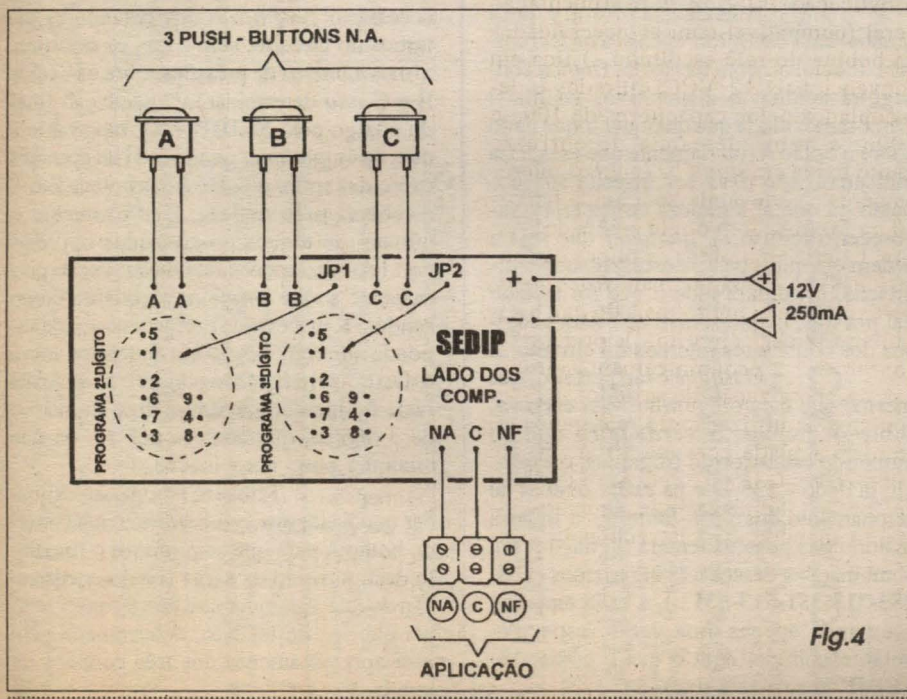

Fig.4
- FIG. 4 - CONEXÕES EXTERNAS À PLACA - PROGRAMAÇÃO DO CÓDIGO- Ainda vista pela face não cobreada, agora o diagrama traz apenas as ilhas/furos codificadas, destinadas às ligações externas e à programação do código secreto... A alimentação, polarizada, deve ser aplicada aos pontos (+) e (-), de preferência usando a velha convenção de fio vermelho para o positivo e preto para o negativo... A saída de aplicação (contatos de potência) deve ser feita com conectores
Observar que tal modificação exigirá também uma pequena alteração no *lay out* do circuito impresso específico (**FIG. B** - região indicada pela seta) que, por ser pequena, permitirá o aproveitamento da plaquinha que você já confeccionou, sem problemas (é uma *raspadinha* aqui, e um pequeno *jumper* ali, ambas as operações podendo ser feitas totalmente pelo lado de baixo da placa, face cobreada...), sendo que a retificação ora publicada refere-se à **FIG. 2 - PÁG. 20 - APE 66**... Lembramos que o diagrama original do *chapeado* da montagem do **ASUR** (**FIG. 4 - PÁG. 20 - APE 66**) permanece **inalterado**, com aproveitamento total dos componentes já soldados (e que nem precisarão ser removidos da placa, para a alteração ora sugerida...). Com as modificações mostradas, o circuito deverá atuar conforme descrito no artigo original... Fazemos votos que realmente tudo saia conforme você espera, e que a tal pessoa surda possa - efetivamente - ser ajudada pela utilização do projeto (já que era essa a nossa principal intenção, quando publicamos o **ASUR**...). Ah! Só para lembrar, jogar cartas *no lixo* realmente não é o nosso estilo, caro Bira...! Esteja absolutamente seguro que nosso respeito para com os leitores/hobbystas (mesmo os mais *ranzinhas* e pouco compreensivos...) é total...! Mesmo as cartas *não respondidas* (infelizmente, a maioria...) são *todas* cadastradas no nosso sistema computadorizado, garantindo - no mínimo - a identificação do remetente como um companheiro assíduo da Revista...! Não fique bravinho com a gente...! Um abraço, e disponha do **CORREIO**, quando precisar (mas *dentro* das limitações expostas no início da presente resposta, está claro...?).